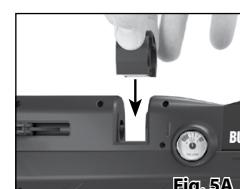

Fig. 5A
3. Glissez le plateau de chargement vers le bas dans la culasse jusqu'à ce qu'il ne puisse plus entrer. Le plateau de chargement est maintenant en position d'utilisation (Fig 5A).